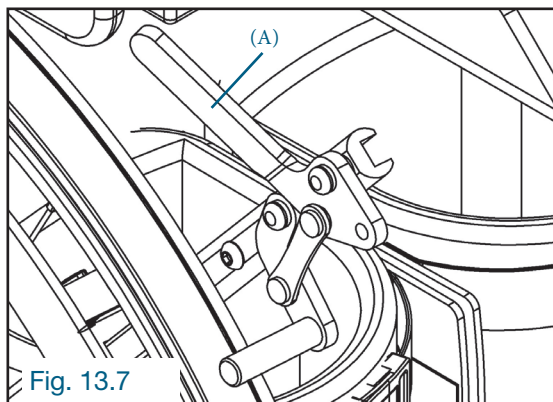

Fig. 13.7
13.7.1 ENGAGER LES BLOQUEURS DE ROUES LATÉRALES (Fig. 13.7)
13.7.2 DÉSENGAGER LES BLOQUEURS DE ROUES LATÉRALES (Fig. 13.7)